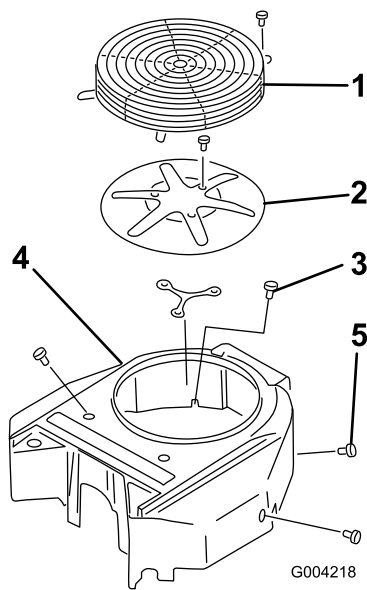

Bild 47
3. Nehmen Sie das Luftansauggitter, den Rücklaufstarter und das Lüftergehäuse ab (Bild 47).
5. Montieren Sie das Luftansauggitter, den Rücklaufstarter und das Lüftergehäuse (Bild 47).